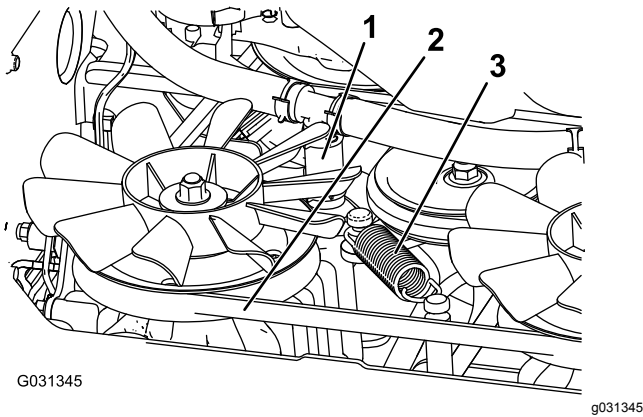

Figura 74
- Retire o tubo hidráulico inferior (Figura 74).
6. Remova o mola de tensão (Figura 74).
7. Retire a correia da transmissão da embraiagem e da paragem da embraiagem (Figura 74).